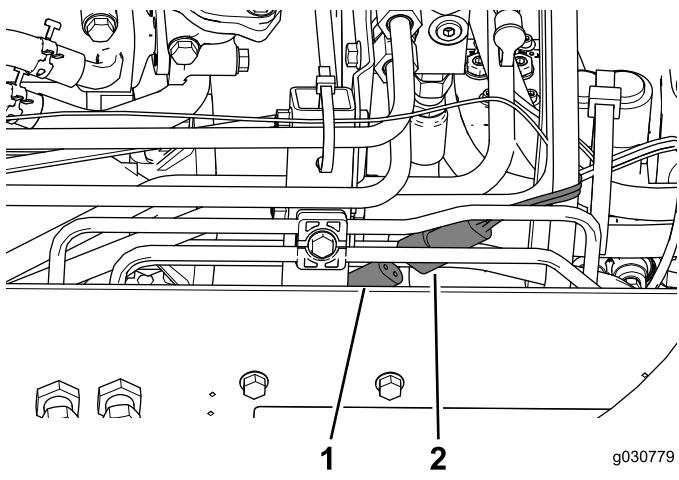

**Bild 47**
1. Schließen Sie den Kabelbaum von der Kabine am Kabelbaum an der rechten Seite der Maschine an (**Bild 47**).